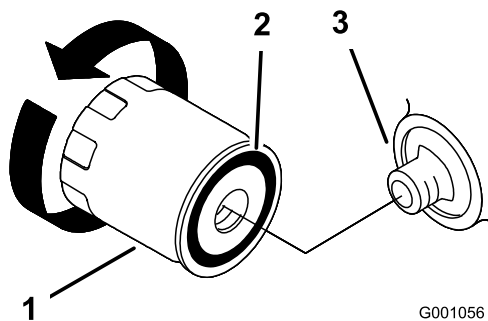

Figura 25
2. Togliete il filtro usato e tergete la superficie della guarnizione dell'adattatore del filtro (Figura 25).
3. Spalmate un velo di olio nuovo sulla guarnizione di gomma del filtro di ricambio (Figura 25).
4. Montate il nuovo filtro dell'olio nell'adattatore, giratelo in senso orario finché la guarnizione di gomma non sfiora l'adattatore, quindi serrate il filtro di altri 2/3 di giro o 1 giro (Figura 25).